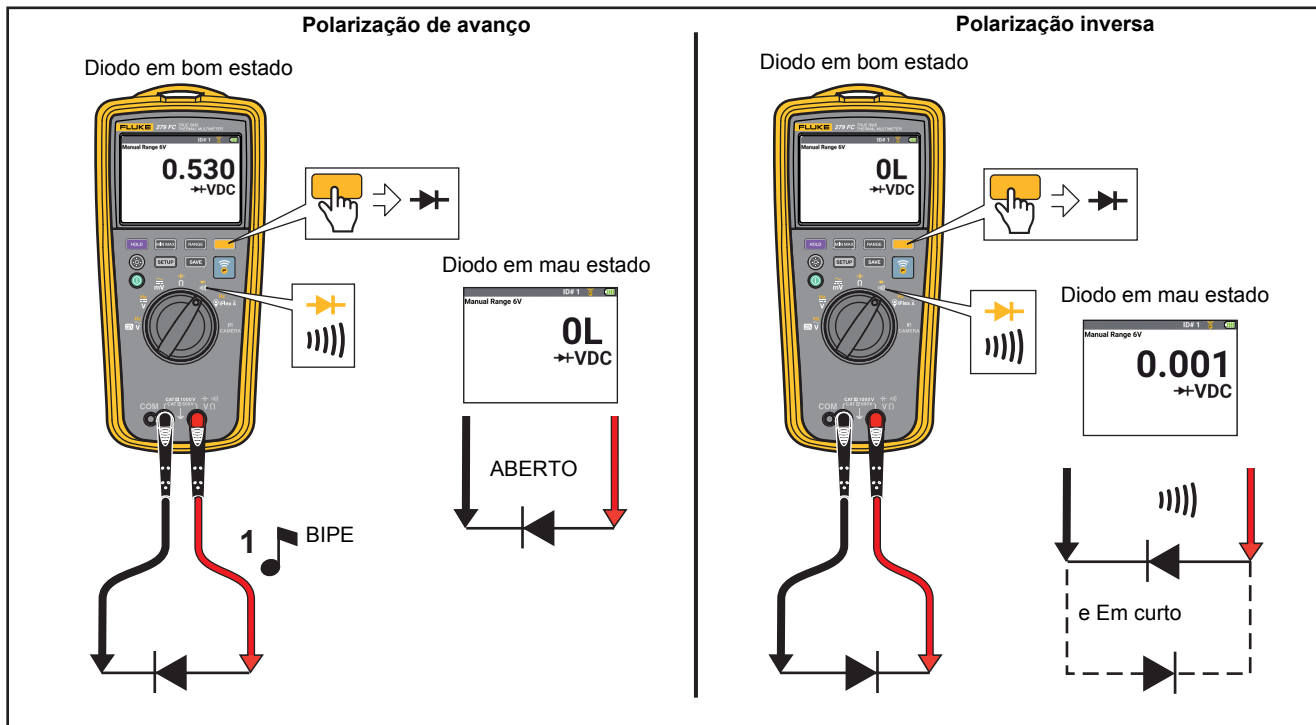

Figura 11. Teste de diodo
- Teste de diodo; Veja a figura 11.
Para um teste de diodo em um diodo fora do circuito, configure o multímetro conforme mostrado na figura 11. Para medições de polarização direta em um componente semicondutor, conecte o terminal de teste vermelho ao terminal positivo do componente, e o terminal de teste preto no terminal negativo do componente.